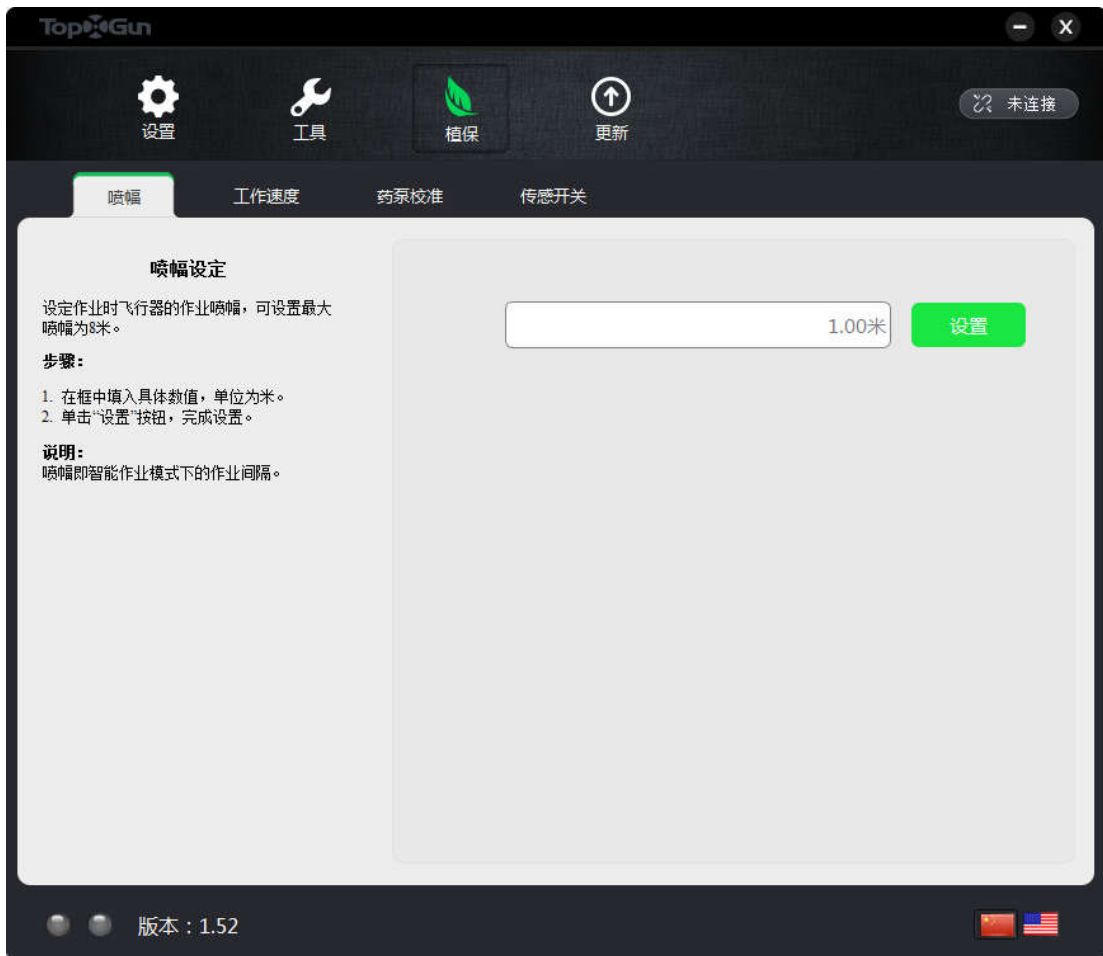

图 1-11 喷幅设定
- 2、选择“喷幅”页签，设置作业时飞行器的作业喷幅，如图 1-11 所示。